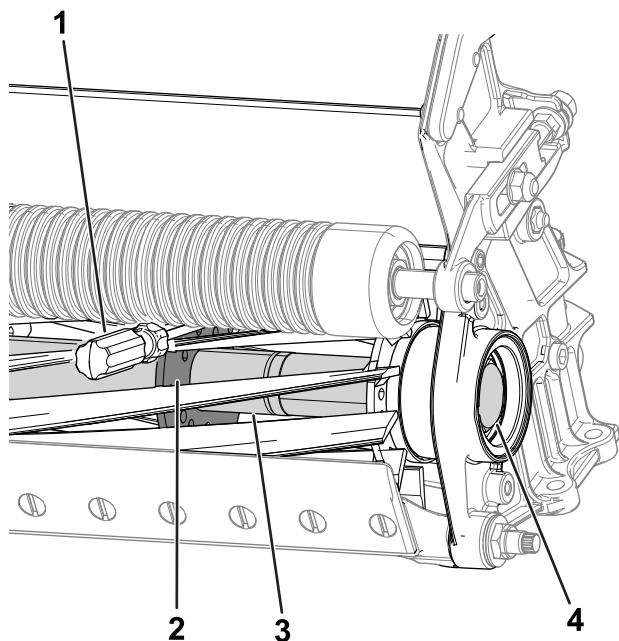

Figura 27
- Introducere un levier lung cu mâner (dimensiuni recomandate 95 mm x 304 mm, cu mâner de urubelniță) prin partea de jos a cilindrului de tăiere, cât mai aproape de unitatea de tăiere pe care o vei strânge (Figura 27).
- Poziționezi levierul pe partea sudată a plăcii de susinere a cilindrului (Figura 27).